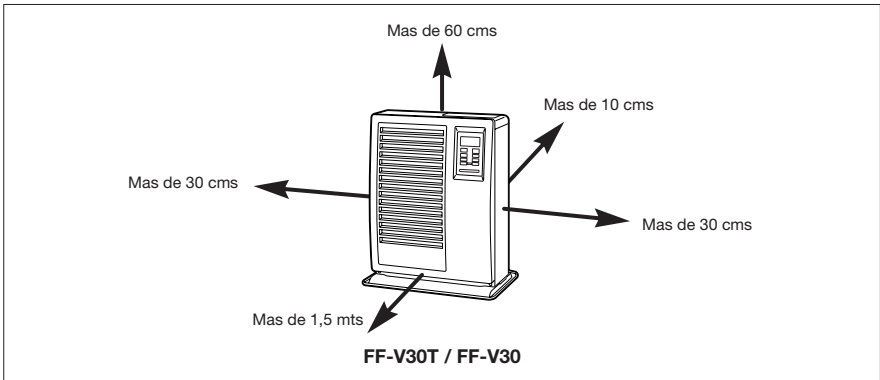

Figura 1
1. Elija un lugar para la estufa. Asegure la distancia mínima, como se indica abajo, entre la estufa y la materia más cerca de combustible. (Vea Figura 1) Preste acceso de servicio para limpiar el filtro trasero de aire de circulación, el filtro integral de combustible (FF-V30) y el botón de restaurar (FF-V30).